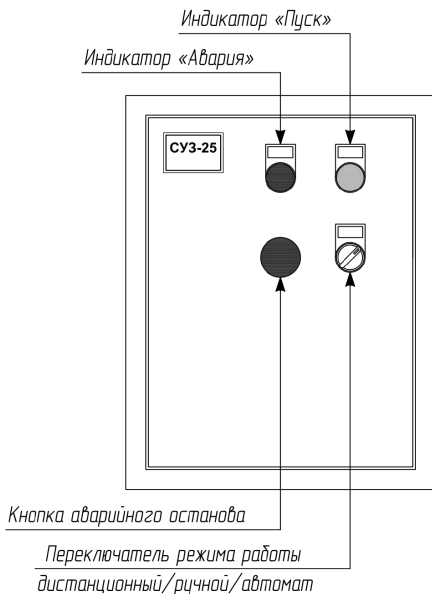

Рисунок 4.1 – Расположение органов управления шкафа
4.1 Станция представляет собой блочно-модульную конструкцию, заключенную в металлический корпус навесного исполнения. Ввод кабелей питания и управления осуществляется через сальники снизу корпуса. Внутри корпуса смонтирована пускозащитная аппаратура: автоматический выключатель, электромагнитный пускатель, блок управления и клеммный блок. Органы индикации и управления расположены на двери шкафа и блока управления, рисунок 4.1. Схема электрическая принципиальная станции приведена в Приложении А.